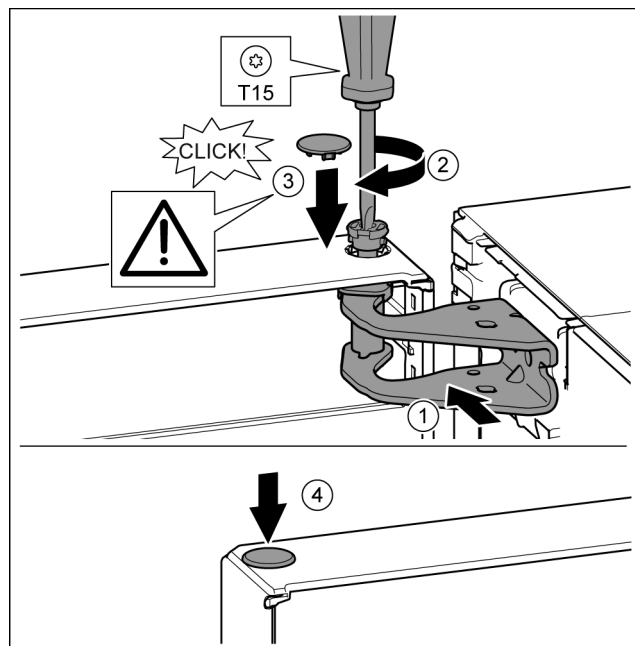

Fig. 20
- ▶ Dvere hore vyrovajte s otvorom v ložiskovej konzole. Fig. 20 (1)
- ▶ Vložte čap a pevne ho priskrutkujte skrutkovačom T15. Fig. 20 (2)
- ▶ Namontujte poistný kryt pre poistku dverí: Nasadte poistný kryt a skontrolujte, či prilieha ku dverám. Inak čap vložte úplne. Fig. 20 (3)
- ▶ Nasadte zátku. Fig. 20 (4)